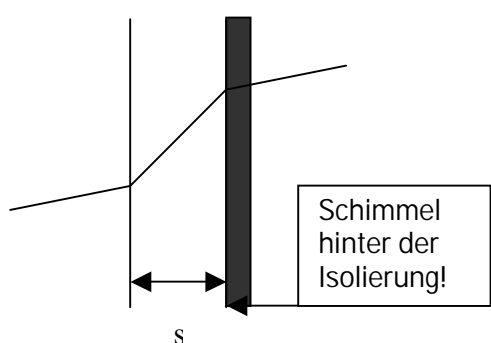

Abb.3: Wandisolierung innen:
3. Eine reine Innenisolierung ist ungünstig (Abb.3). Warum?